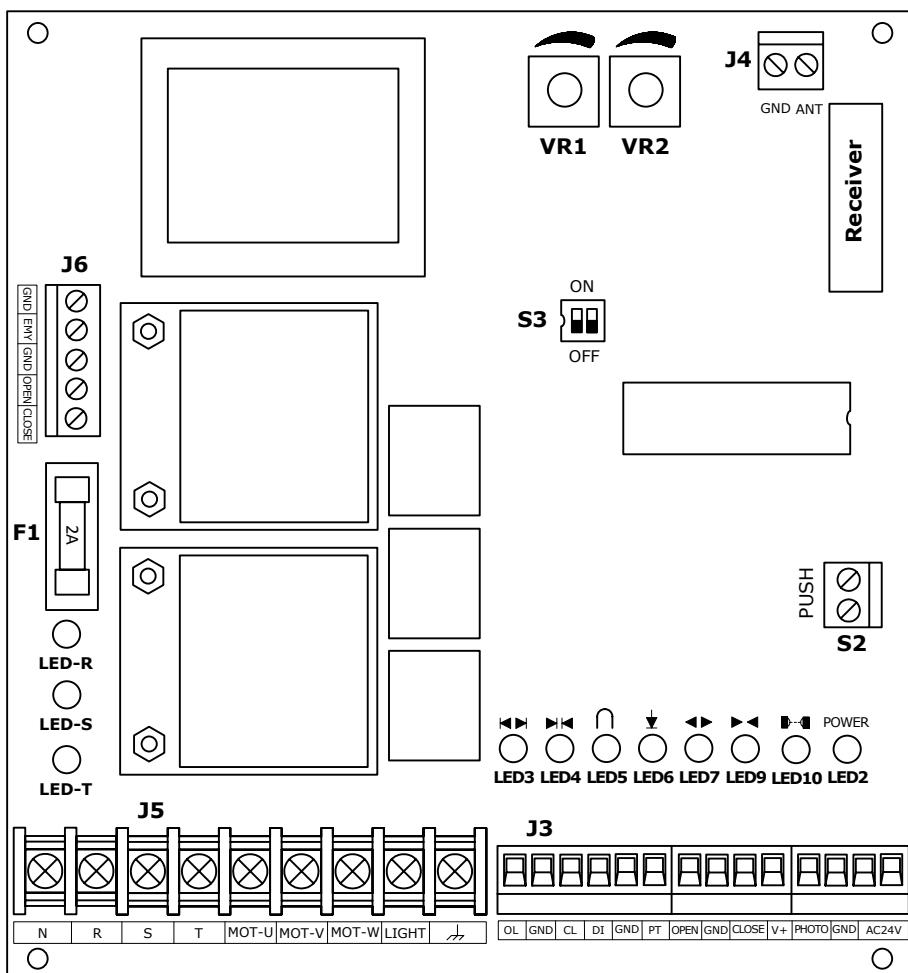

Рис. 6. Электронный модуль блока управления DGT-C06-380V
Электронный модуль блока управления DGT-C06-380V (Рис. 6) осуществляет управление работой всех подключенных к нему электрических компонентов.
- Ослабьте винт 1 кулачка конечного положения закрытия CL. Соблюдая определенное ранее направление, вращайте отверткой винт 2 кулачка CL, пока кулачок не повернется до срабатывания выключателя (толкатель выключателя нажат). На модуле блока управления светодиод LED4 гаснет (Рис. 6). Зажмите винт 1 кулачка CL.
- Ослабьте винт 1 кулачка конечного положения закрытия OL. Соблюдая определенное ранее направление, вращайте отверткой винт 2 кулачка OL, пока кулачок не повернется до срабатывания выключателя (толкатель выключателя нажат). На модуле блока управления светодиод LED3 гаснет (Рис. 6). Зажмите винт 1 кулачка OL.
Настройка параметров работы привода осуществляется с помощью DIP-переключателя S3 (Рис. 6) и потенциометров VR1 и VR2 модуля блока управления.
Для записи пульта AT-4 нажмите кнопку LEARN радиоприемника Receiver (Рис. 6) модуля блока управления, индикатор LEARN радиоприемника загорится. Затем пока горит индикатор LEARN (~5сек) нажмите выбранную для управления приводом кнопку пульта, индикатор LEARN моргнет несколько раз и погаснет, что означает запись кода пульта в память радиоприемника модуля блока управления.